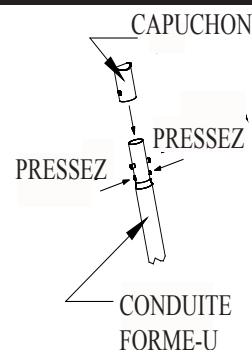

FIG. 1
2. Repérez les quatre conduites métalliques (Poutres Horizontales) pour le cadre support des sections gauche et droite de la piscine. Repérez aussi les quatre conduites en Forme-U ainsi que leurs huit capuchons. Installez les Capuchons à chacune des extrémités des conduites Forme-U tout en pressant sur les boutons. Tournez lentement le capuchon jusqu'à que les boutons s'enclenchent dans les trous pour bien bloquer les capuchons sur les conduites. Fig. 1. Maintenant placez deux Forme-U près des pans rectangulaires de chaque côté de la piscine.